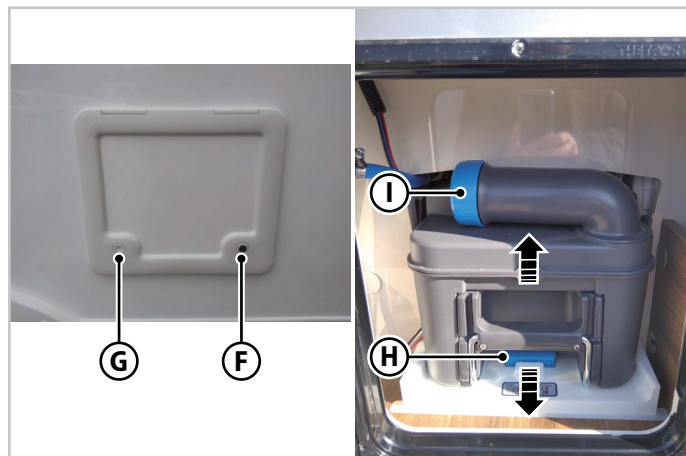

Abb.6.38 - Kassetten-WC entleeren
2. Öffnen Sie das Schloss mit dem Schlüssel (**F** - Abb.6.38) und ziehen Sie dann den Schlüssel ab.
3. Drücken Sie die Tasten **G** und **F** (Abb.6.38) und öffnen Sie die Klappe.
4. Üben Sie leichten Druck nach oben auf den Griff (**H** - Abb.6.38) aus und entfernen Sie den Tank.
5. Entfernen Sie den Verschluss (**I** - Abb.6.38) und drücken Sie die Entlüftungstaste, um den Tank zu entleeren.